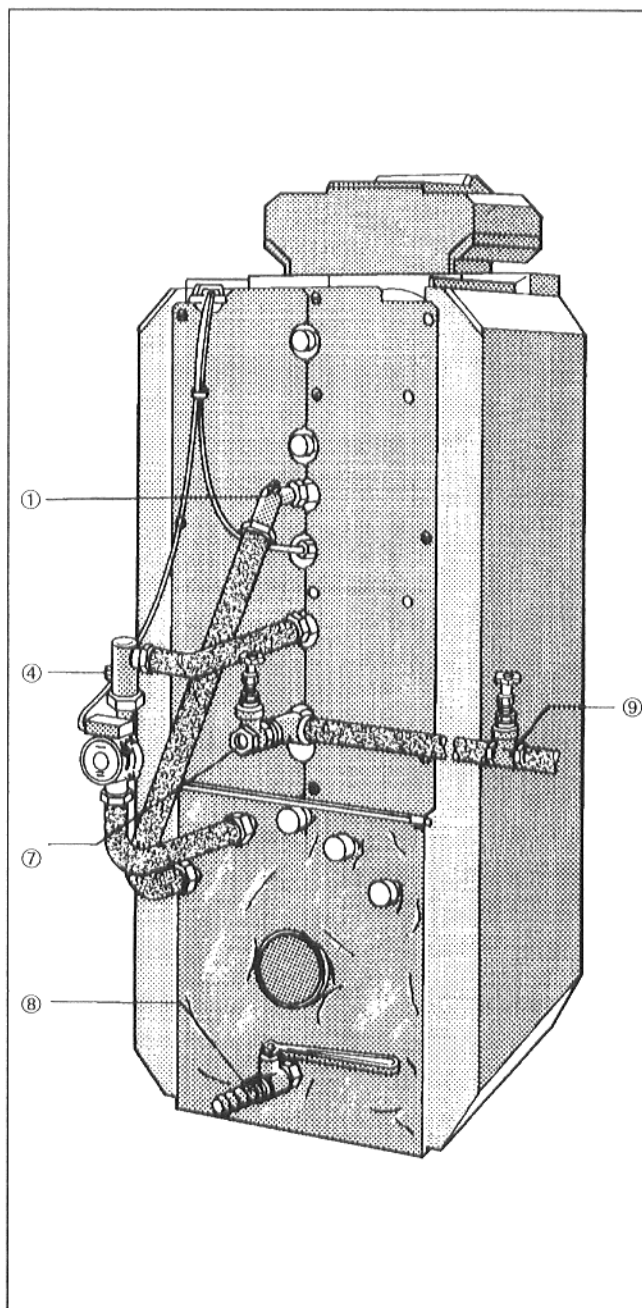

Fig. 35
- Fermer l'entrée d'eau froide ⑨, ouvrir la vidange du préparateur ⑦ (Fig. 35). Pour purger l'air, ouvrir un robinet situé plus en hauteur.
- Fermer la vidange du préparateur ⑦ et le "robinet de purge d'air". Ouvrir l'entrée d'eau froide ⑨ (Fig. 35).
- Ouvrir le robinet de vidange ⑧ (Fig. 35).
- Ouvrir la soupape de non-retour coudée ④ en tournant la vis de réglage (fente de la vis verticale – Fig. 35).
- Ouvrir la vis de purge d'air ① et les autres soupapes de purge d'air (Fig. 35).